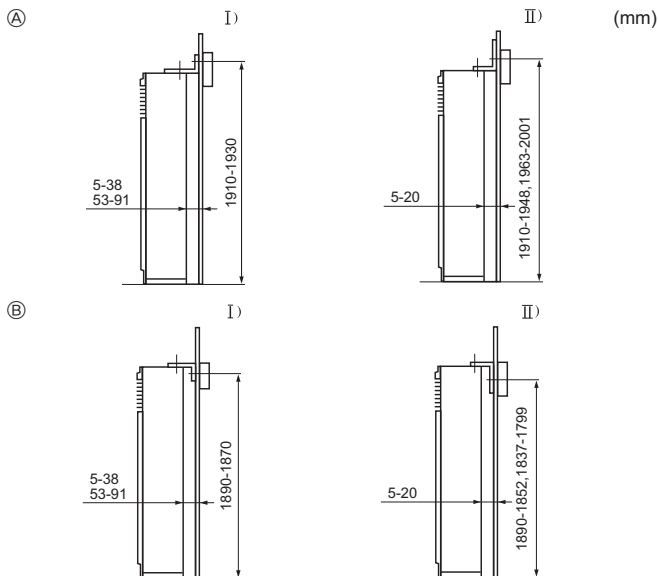

Fig. 3-3
① Beveiligingsbeugel
De beveiligingsbeugel ① bevindt zich aan de bovenkant van het apparaat. Verwijder de zelftappende schroeven ② en plaats de beveiligingsbeugel hierna zoals getoond in de afbeelding. Zie Fig.3-3 voor de juiste afstanden bij installatie van de beveiligingsbeugel.
- E Verwijder de schroeven ⑥ en trek de grille naar voren om deze te verwijderen.
3.3. Aanbrengen van de beveiligingsbeugel (Fig. 3-3)